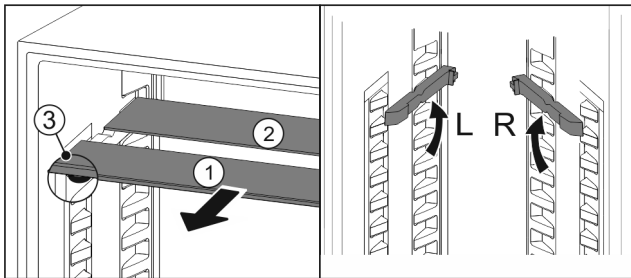

Fig. 198
- ▶ Glasplatten einzeln nach vorne herausziehen Fig. 198 (1).
- ▷ Glasplatte Fig. 198 (1) mit Zierleiste liegt vorne.
- ▷ Stopps Fig. 198 (3) zeigen nach unten.